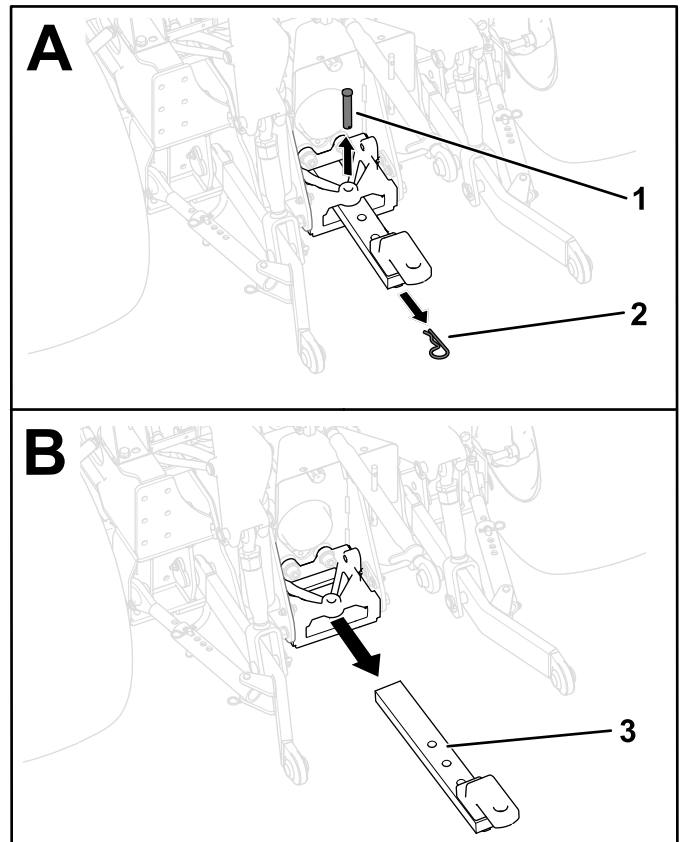

Figura 20
1. Retire el pasador y la chaveta que sujetan la barra de tracción al soporte de la barra de tracción (Figura 20).
2. Retire la barra de tracción del soporte (Figura 20).